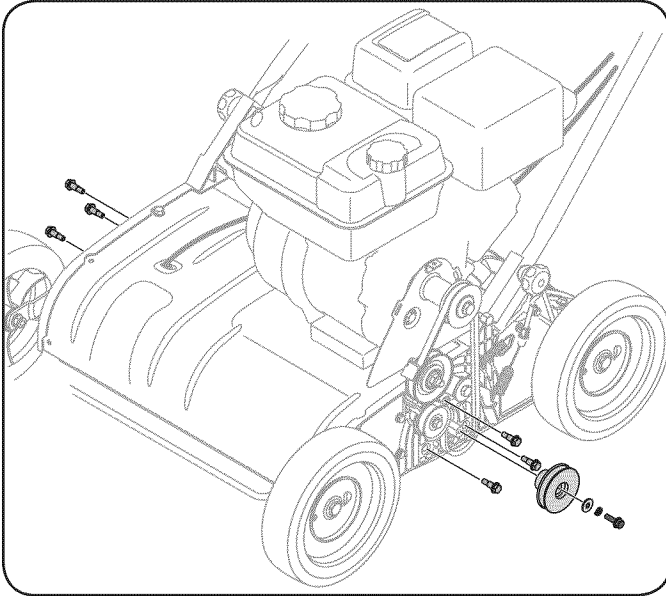

Figura 18
2. Saque la polea inferior. Vea la Figura 18.